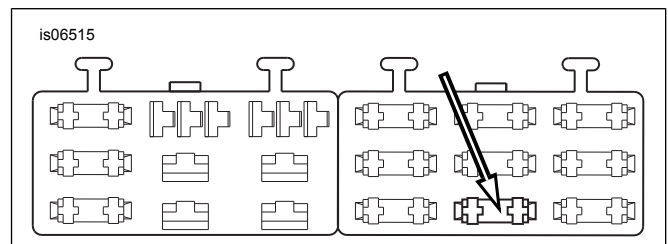

Figura 9. Cavidade de bloco de fusíveis "OPEN" (Dyna ano 2004 e posteriores)
4. Consulte Figura 9. Localize a cavidade do fusível (1) indicada como "OPEN" na tampa do bloco de fusíveis, no bloco de fusíveis direito. Deve existir uma alimentação de fio de um lado deste circuito, mas não deve haver fio de contacto ou fusível. Insira o terminal no fio adaptador cor de laranja/branco até parar. Verifique um terminal instalado de fábrica que se encontre próximo para efeitos de comparação, verificando a orientação e profundidade corretas.